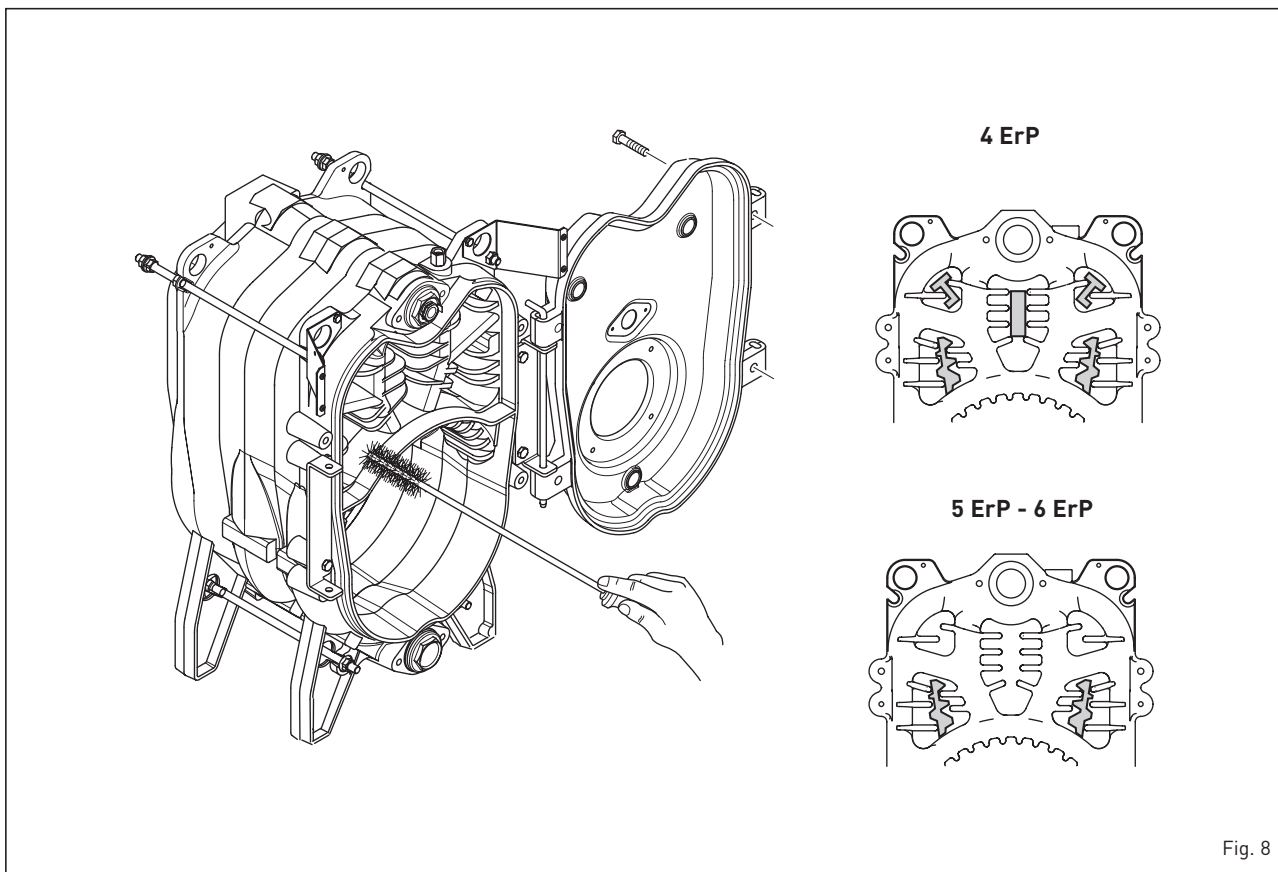

Fig. 8
3.3.1 Côté fumées chaudière (fig. 8)